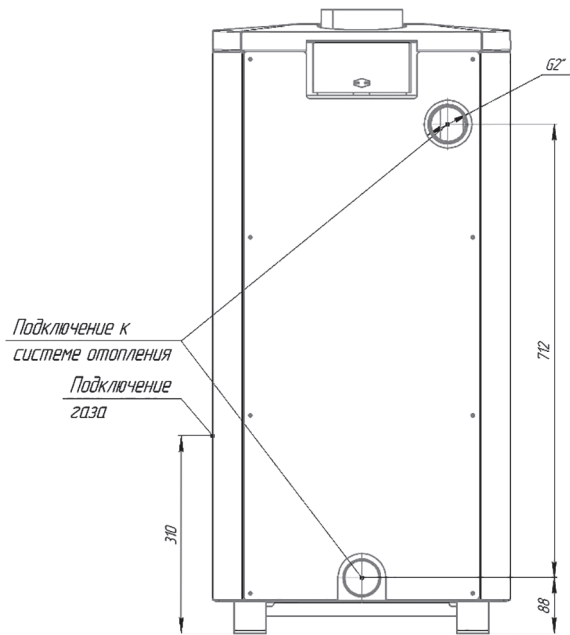

Рисунок 4. Схема подключения котлов КСГ-20; КСГ-25; КСГ-30; КСГ-35; КСГ-40; КСГ-50
Поверните ручку управления в положение «выключено» (рис. 4).
2. Нажмите кнопку (рис. 4).